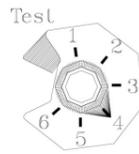

Fig. 12
- 1 Tourner le bouton de Dosage du Combustible sur la position désirée (4 convient pour la plupart des granulés) (Fig 12)